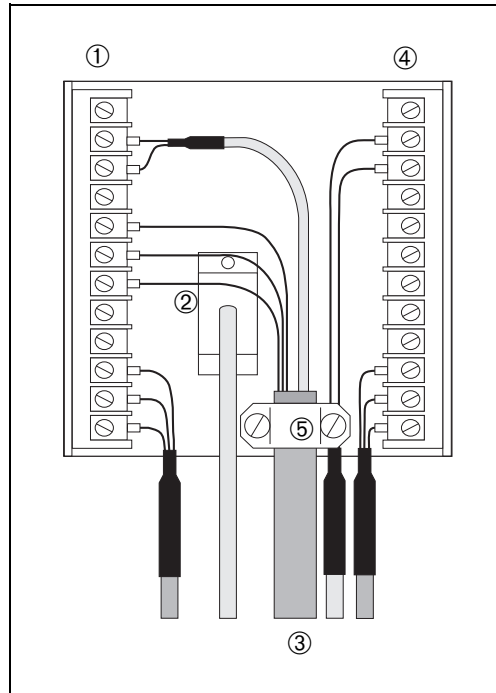

Fig. 4.1 :
- pour le Mycom CLM 121 en face arrière de l'appareil (fig. 4.1)